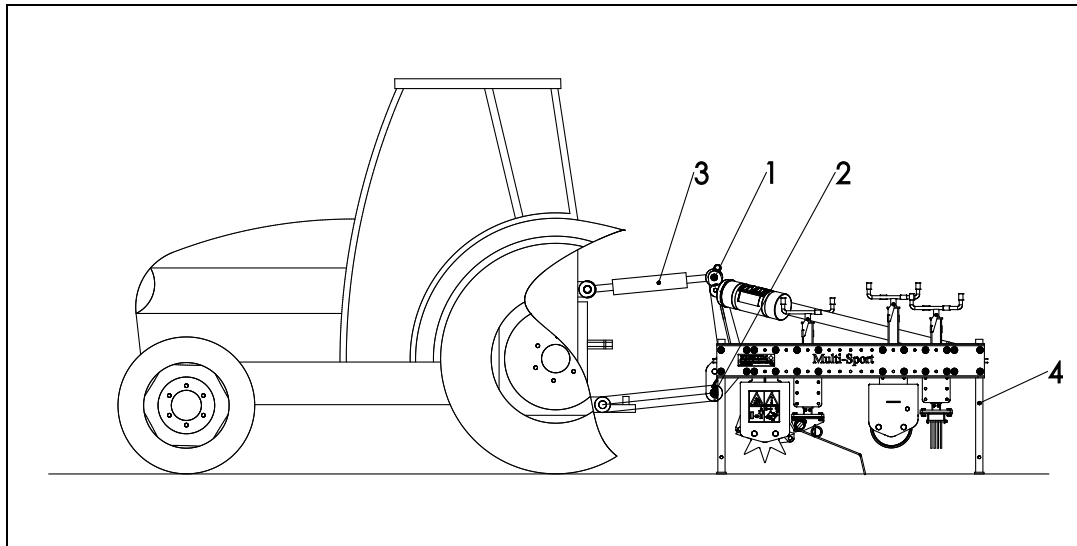

Abbildung 8
Gehen Sie dazu wie folgt vor (siehe Abbildung 8):
3. Drehen Sie am Oberlenker (3), sodass das Gerät senkrecht auf dem Boden steht (siehe Abbildung 8).